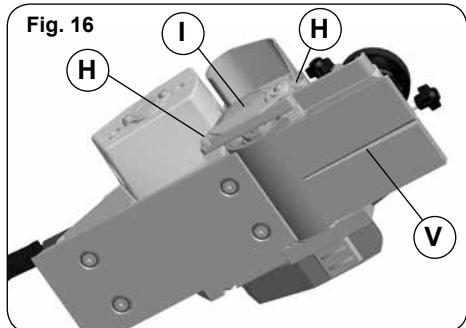

Fig. 17
- Sprawdź za pomocą linijki, czy wałek K jest równo z podstawą L (Rys. 17). Zarówno wałki szlifujące, jak i spiralne oraz proste (w opcji) ostrza, są bezproblemowo wymienne w strugu CE223X, więc w zależności od rodzaju zadania jakie chcesz wykonać, postępuj zgodnie z powyższymi wskazówkami, a na końcu upewnij się, że wymienione elementy są idealnie wyrównane względem podstawy urządzenia (są na tym samym poziomie).
- Sprawdź czy wałek K jest równo z podstawą L (Rys. 17);
- Podwyższ lub obniż podstawę L (Rys. 17) regulując śrubę J (Rys. 8) za pomocą 4mm klucza Allen'a, załączonego do urządzenia, do momentu, gdy wałek będzie wyrównany z podstawą.